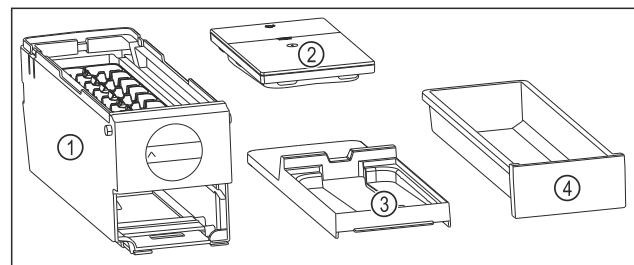

Fig. 78 Составные части EasyTwist-Ice
- EasyTwist-Ice разобран на четыре части. (см. Fig. 78)
- ▶ Разбирайте EasyTwist-Ice только на составные части, представленные на рисунке. (см. Fig. 78)
- ▶ Очищайте корпус EasyTwist-Ice Fig. 78 (1) как цельное устройство.